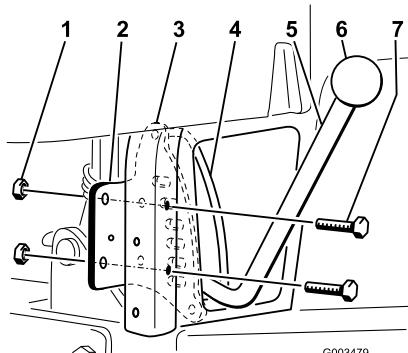

Figura 3
- Inserire la piastra di fermo sulla stegola di sollevamento dello scarificatore. La stegola dovrebbe passare tra la piastra di fermo e la guida della stegola stessa (Figura 3).
- Montare la piastra di fermo sul retro del tubo del telaio verticale posteriore destro con 2 bulloni (5/16 x 2-1/2 pollici) e 2 dadi di bloccaggio (5/16 pollice), come mostrato nella Figura 3. (Rimozione nella fase 1, procedura 3.)
- Avviare la manopola sulla stegola di sollevamento (Figura 3).